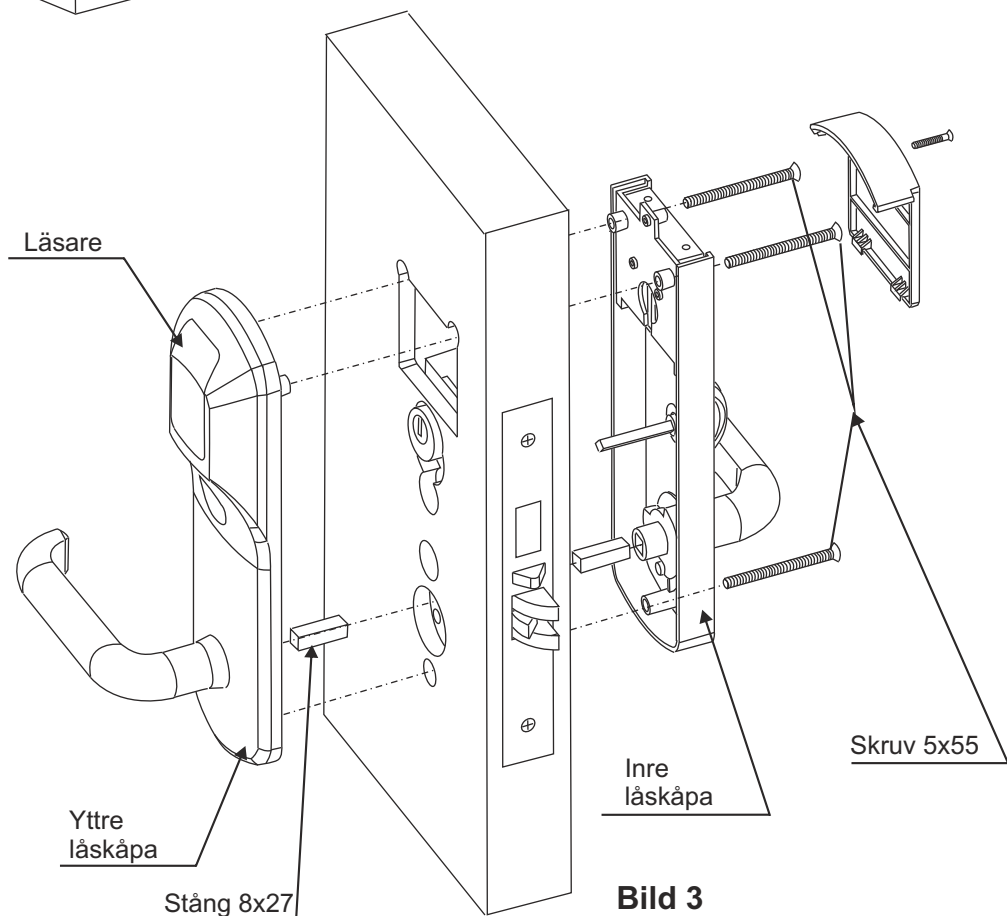

Bild 3
5. Montera de yttre låskåporna över låset, se bild 3.